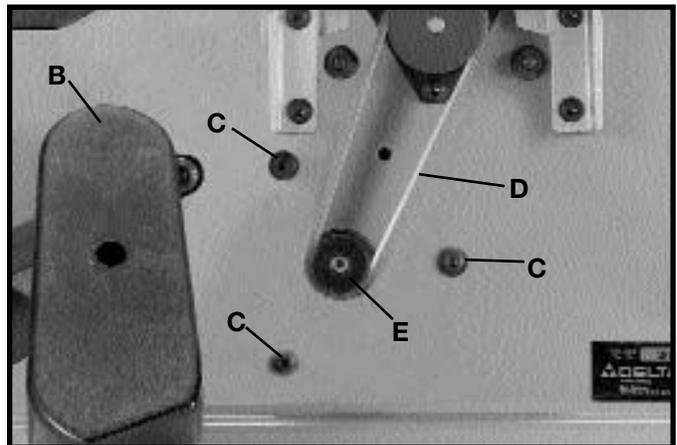

Fig. 44
3. Afloje los tres tornillos (C) Fig. 44, para soltar la tensión de la correa y quite la correa (D) de las poleas.
4. Ensamble la nueva correa a las poleas del cabezal de corte y del motor. Oprima la polea del motor hacia abajo (E) Fig. 44 para tensionar la correa y apretar los tres tornillos (C).
5. Reemplace el protector de correa (B) Fig. 44.